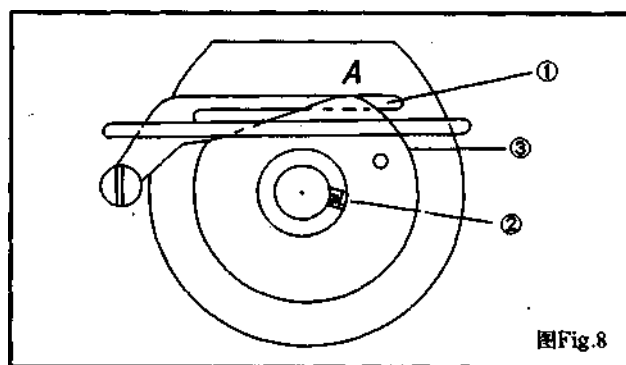

Рис.8
4. Регулировка эксцентрика (Рис. 8)